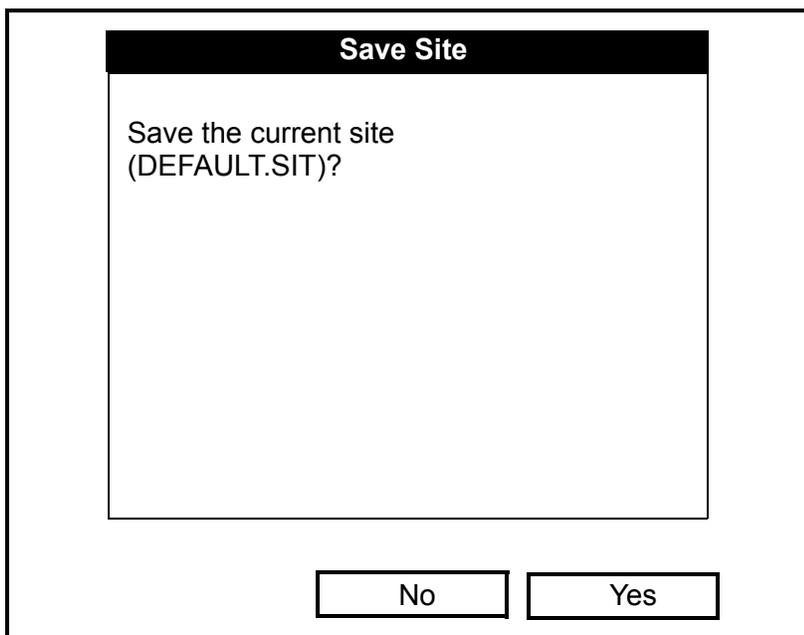

Рис. 4-7. Окно *Save Site* (Сохранить объект)
В обоих случаях появится окно, подобное показанному на рис. 4-7.
6. Когда будет открыто окно *Сохранить объект* (см. Рис. 4-7 на стр. 4-6), нажмите [F2] (Нет) для отмены сохранения объекта или [F3] (Да) для сохранения объекта под новым именем.